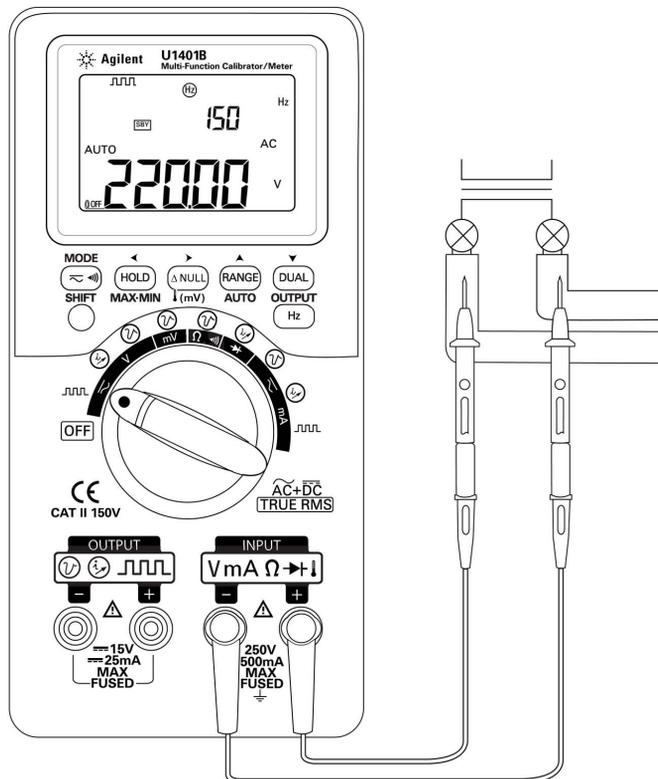

Abbildung 3-2 AC-Spannungsmessung
- 3 Verbinden Sie die roten und schwarzen Testleitungen jeweils mit dem positiven und negativen Eingangsanschluss (Abbildung 3-2).